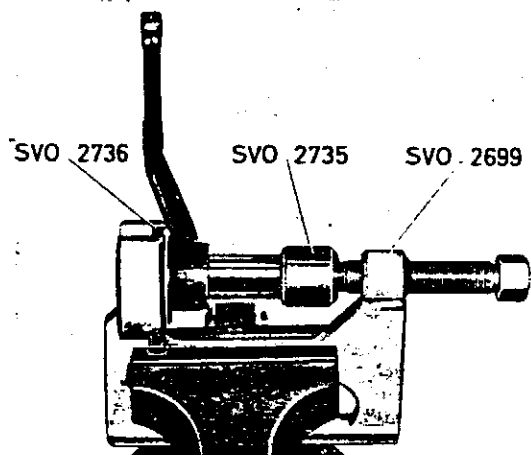

Abb. 66 Einbau der Buchse im Umlenkhebel
4. Werkstück umdrehen und die neue Buchse mit Hilfe der Werkzeugkombination 2699 + 2736 sowie Dorn 2735 in den Hebel einpressen, s. Abb. 66.
5. Den neu ausgebuchsten Umlenkhebel mit Scheibe (7) und Verschlußmutter am Lagerbock befestigen.